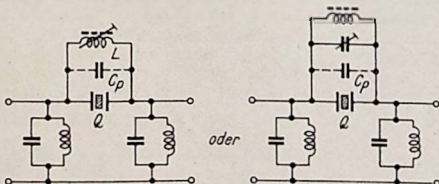

Bild 3. Eliminierung der Quarz-Parallelkapazität durch eine Induktivität oder einen Parallelkreis
1. Gemäß Bild 3 durch die Parallelschaltung einer Induktivität zum Quarz, die mit C_p Parallelresonanz ergibt und den Blindleitwert von C_p in der Nachbarschaft der Serienresonanzfrequenz ausgleicht. Zur genauen Abstimmung wird das L einstellbar gemacht (HF-Eisenkern) oder es wird ein Abstimmkreis mit veränderlicher Kapazität parallel geschaltet.